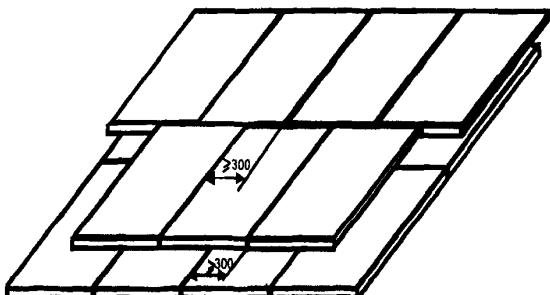

Рисунок 1 — Схема укладки теплозвукоизолирующих пенополистирольных плит
5.45. Керамзитовый песок рассыпают слоями с разравниванием рейкой по выставленным с помощью уровня профилям, начиная от стены, противоположной входу, и последующим уплотнением, а пенополистирольные плиты устанавливают насухо с обеспечением надежного примыкания к основанию и плотности стыков между плитами. Не допускается образование перекрестных швов пенополистирольных плит. При использовании двух и более слоев совпадение швов по вертикали не допускается. В связи с этим рекомендуется укладка слоев со смещением плит не менее чем на 300 мм в поперечном направлении (рисунок 1).